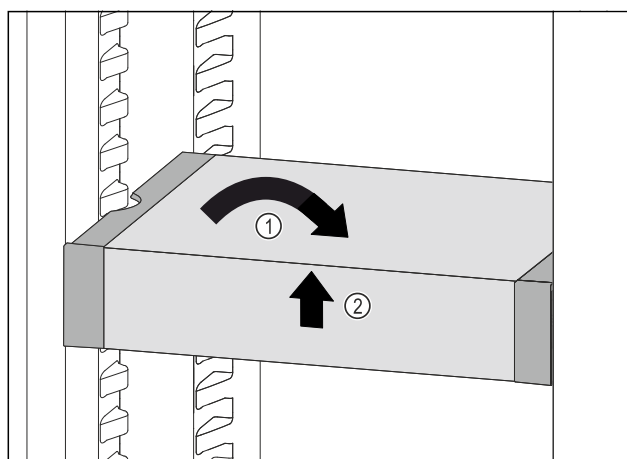

Fig. 103
- Collocare VarioSafe in maniera dritta. Fig. 103 (1)
- Sollevare VarioSafe dal lato anteriore. Fig. 103 (2)